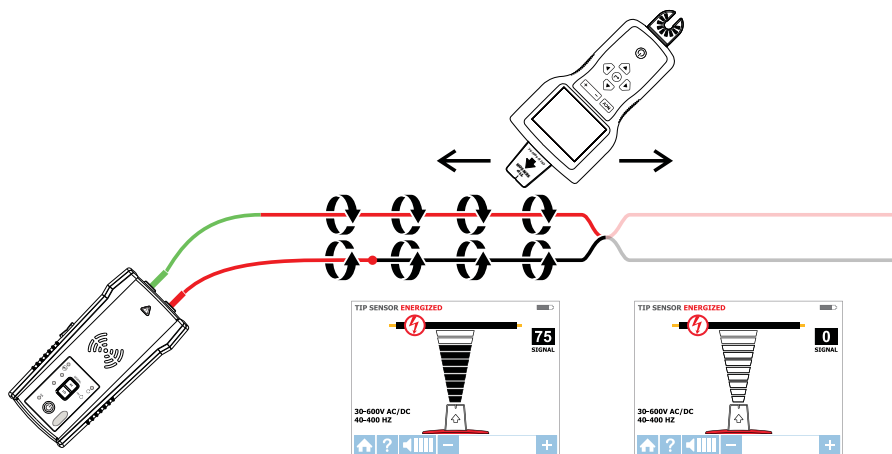

Figura 4.3: Localizar um curto-circuito
1. Ligue o Transmissor com os cabos de teste ao circuito, como ilustrado na Figura 4.3.